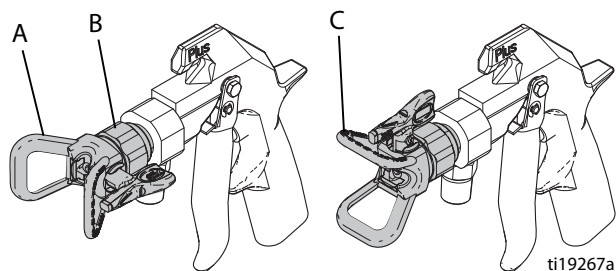

Рис. 3
1. Для регулировки направления распыла снимите давление. Ослабьте гайку крепления защитной насадки наконечника (В). Поверните защитную насадку наконечника необходимым образом для достижения вертикально или горизонтально направленного распыла. См. Рис. 3. Затяните гайку.